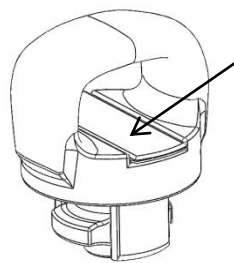
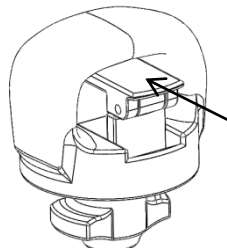

Figure 4 - Locked
Figure 5 - Unlocked
3. To install the Safety Chain Lock Assemblies, place the Safety Chain Lock Assembly on top of the q-turn pucks (see Figure 6 below). Rotate the Safety Chain Lock Assembly 90 degrees until the center lock drops into place (see Figure 4). To remove the Safety Chain Lock Assembly lift the center lock and rotate the complete assembly 90 degrees (see Figure 5).
4. When not using the Pop-In™ Gooseneck ball place it in the supplied bag (4) and put the gooseneck cover (3) in its place.
3. Pour installer les dispositifs de verrouillage pour chaîne, placer ces derniers sur le dessus des réceptacles « q-turn » (voir la Figure 6 ci-dessous). Tourner le dispositif de verrouillage de 90 degrés jusqu'à ce que le verrou central tombe en place (voir la Figure 4). Pour retirer le dispositif de verrouillage, soulever le verrou central et tourner tout l'assemblage de 90 degrés (voir la Figure 5).
4. Lorsque la boule col-de-cygne Pop-In™ n'est pas utilisée, la placer dans son sac de rangement (4) fourni et remettre le couvercle col-de-cygne (3) en place.